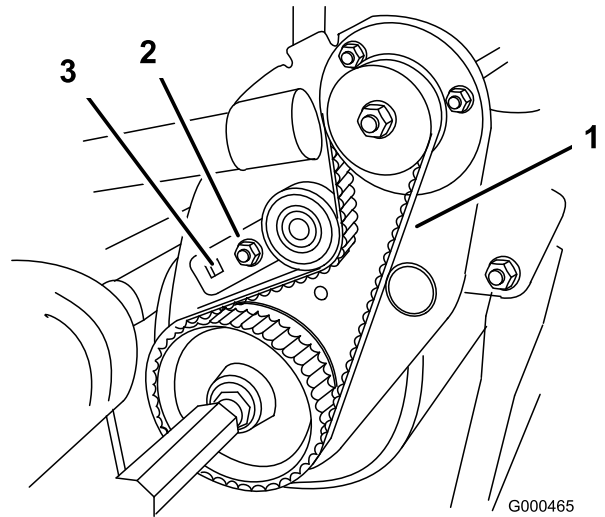

Bild 41
- B. Drehen Sie die Spannscheibenhalterung mit einem 3/8 Zoll Drehmomentschlüssel mit 4 bis 4,5 Nm an, um die Riemenspannung einzustellen (Bild 41). Ziehen Sie die Befestigungsschraube der